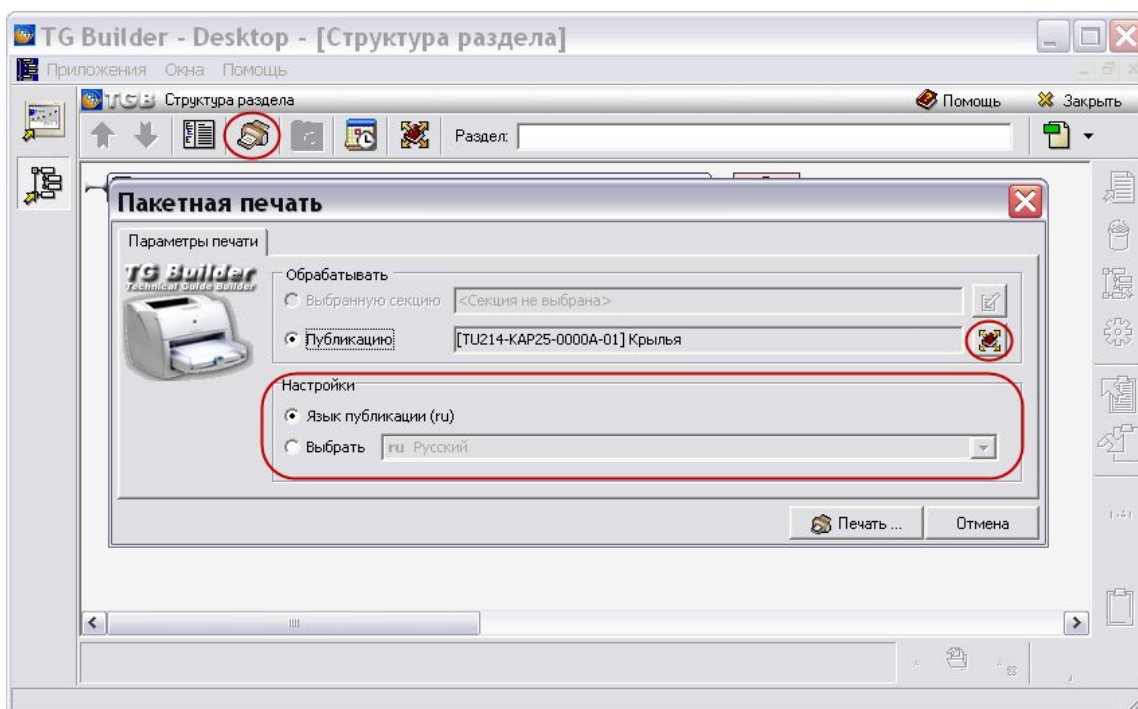

Рис. 12.22. Выбор публикации для печати
**Пакетная печать**  (Рис. 12.22).